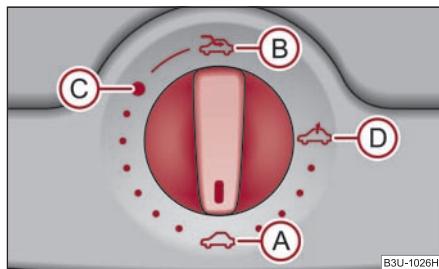

Abb. 45 Drehschalter für das elektrische Schiebe-/Ausstelldach
Das Schiebe-/Ausstelldach wird mit dem Drehschalter ⇒ Abb. 45 bedient und funktioniert nur bei eingeschalteter Zündung. Der Drehschalter hat mehrere Stellungen.
- Drehen Sie den Schalter in Stellung (C) ⇒ Abb. 45.
- Drehen Sie den Schalter in Stellung **A** ⇒ Seite 49, Abb. 45.
Das Schiebe-/Ausstelldach ist mit einer Kraftbegrenzung ausgestattet. Das Schiebe-/Ausstelldach stoppt und fährt einige Zentimeter zurück, wenn es sich durch ein Hindernis (z. B. Eis) nicht schließen lässt. Das Schiebe-/Ausstelldach können Sie ohne Kraftbegrenzung vollständig schließen, wenn Sie den Schalter in Stellung **A** ⇒ Seite 49, Abb. 45 vorn oder hinten so lange drücken, bis das Schiebe-/Ausstelldach vollständig geschlossen ist ⇒ **!**
Nach jeder Notbetätigung (mit Innensechskantschlüssel) muss das Schiebe-/Ausstelldach in die Grundstellung gebracht werden. Deshalb müssen Sie den Drehschalter in die Schalterstellung  bringen ⇒ Seite 49, Abb. 45 und etwa 10 Sekunden lang vorn drücken. ■